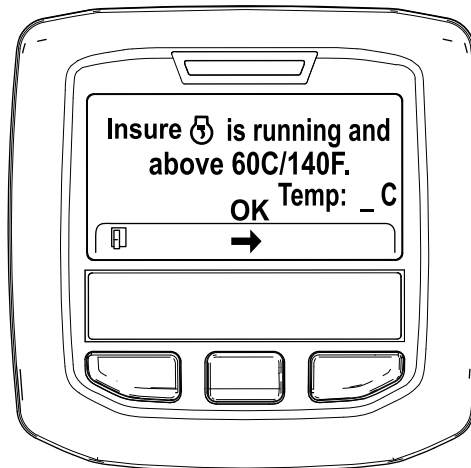

Рисунок 40
5. Если температура охлаждающей жидкости ниже 60 °C (140 °F), появится сообщение «Insure  is running and above 60C/140F» («Убедитесь, что двигатель работает и температура выше 60 °C / 140 °F»). (Рисунок 40).